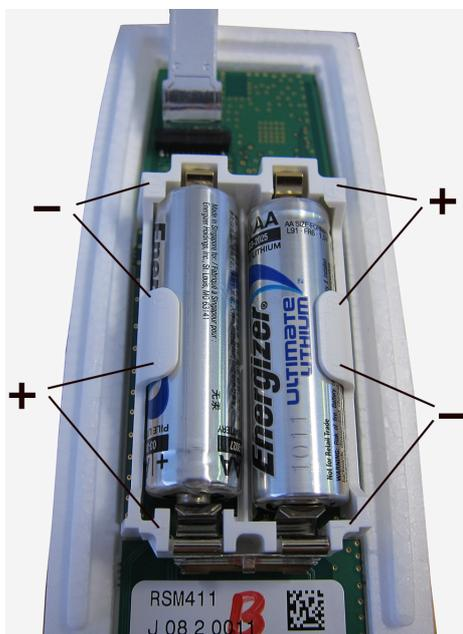

Ilustración 26 Símbolos de polaridad del soporte de la batería RS41
5. Antes de colocar las baterías nuevas, compruebe con atención los símbolos de polaridad de las baterías en el soporte de batería de la radiosonda. Consulte la Ilustración 26 en la página 49 para ver una ilustración de los símbolos de polaridad del soporte de la batería RS41.